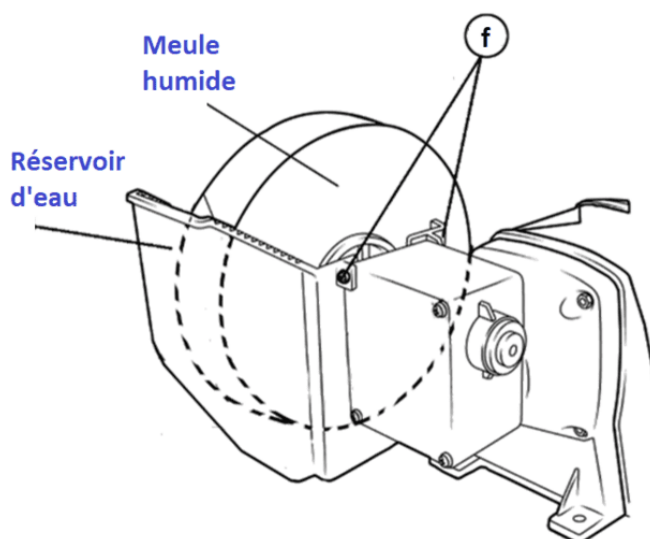

Fig. 5b
- Retirez le réservoir d'eau de la machine en desserrant les vis (f). Voir la figure 5b.